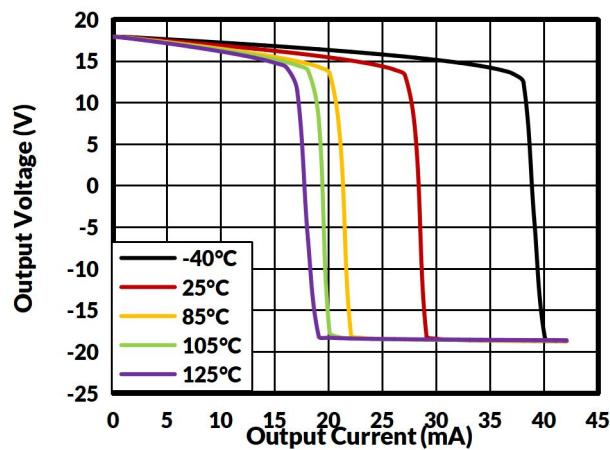
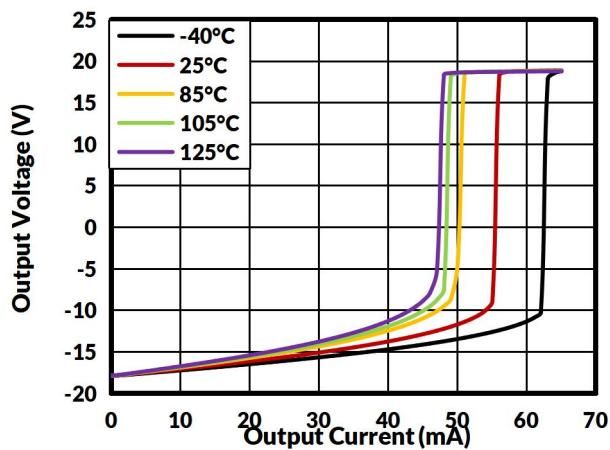

图 9. 正输出电压摆幅与输出电流
图 10. 负输出电压摆幅与输出电流
- (1) 电气表值仅适用于所示温度下的工厂测试条件。工厂测试条件下，器件的自热效应非常有限。
- (2) 25°C下进行 100% 生产测试。工作温度范围内的限值通过统计质量控制(SQC)方法的相关性来确保。
- (3) 典型值代表特性测定时确定的最可能的参数标准。实际典型值可能随时间变化，并取决于应用和配置。
- (4) 总 VOOS，参考输入 = (VOOS1) + (VOOS0/G)。
- (5) RTI = 参考输入。
- (6) 不包括外部电阻RC的影响。
- (7) 参见典型特性曲线、输出电压摆幅与输出电流的关系(图9至图10)。